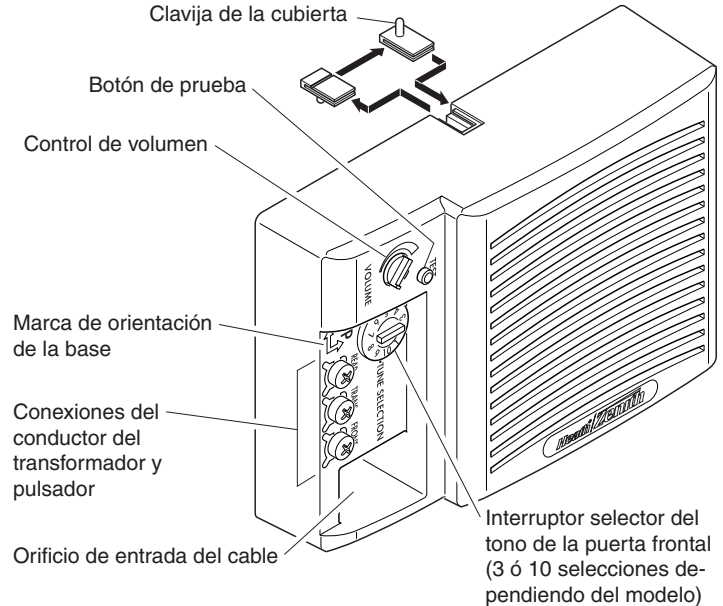

Figura 1 - Identificación de la campana electrónica (base 2300 mostrada)
7. Una clavija de la tapa está instalada en los dos lados de la base de la campana. Luego de determinar la orientación correcta, retire, vtee y vuelva a instalar la clavija de la tapa que está en la parte superior de la base de la campana (vea la Figura 1).